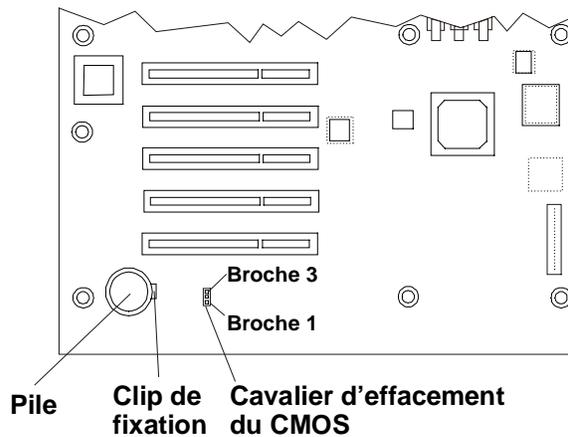

Figure 9-1. Emplacement des micro-interrupteurs de configuration
2. Déplacez le cavalier de sa position normale (broches 1 et 2) sur la carte système à la position d'effacement du CMOS (broches 2 et 3). Reportez-vous aux figures 9-1 et 9-2.
Voir figure 9-1.